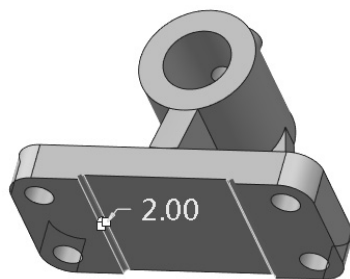
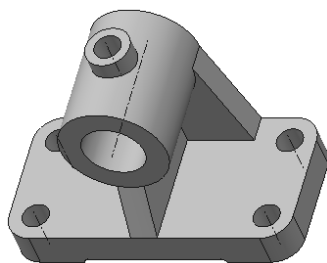

图 5-97 创建圆角 2
图 5-98 实例效果
(3) 创建圆角集 2。选择圆角操控面板下的【集】项，新建集 2，设置圆角的半径为 2，选择待倒圆角的两条边，如图 5-97 所示，完成倒圆角操作，单击  按钮退出倒圆角模式。获得图 5-98 所示的模型。